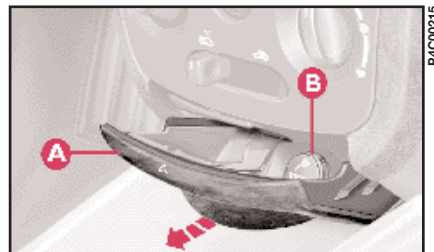

fig. 60
1) Aprire lo sportello **A** (fig. 60) tirandolo nel senso della freccia, sono così accessibili l'accendisigari ed il posacenere.